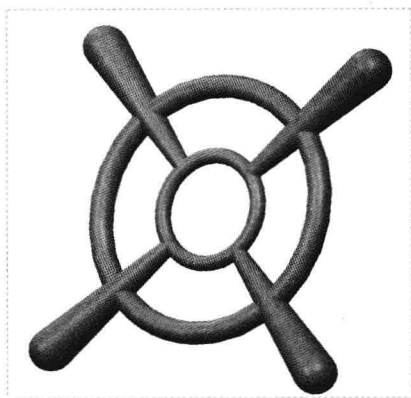

图 7-24 船轮修改效果
Step 04 执行操作后,按【Ctrl+G】组合键,重新生成模型,此时即可完成特征尺寸的修改,效果如图7-24所示。